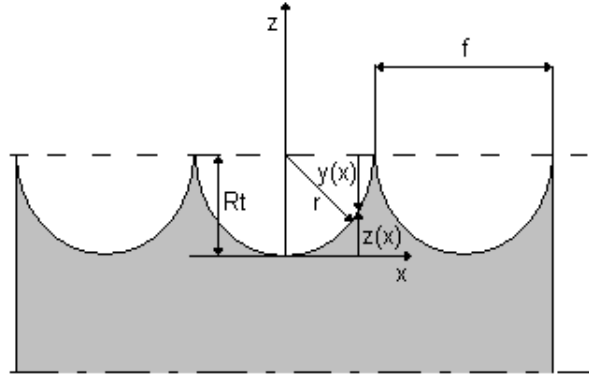

FIGURE 3 – Rugosité - operation de tournage
Dans la figure 3 :
5. Figure 3